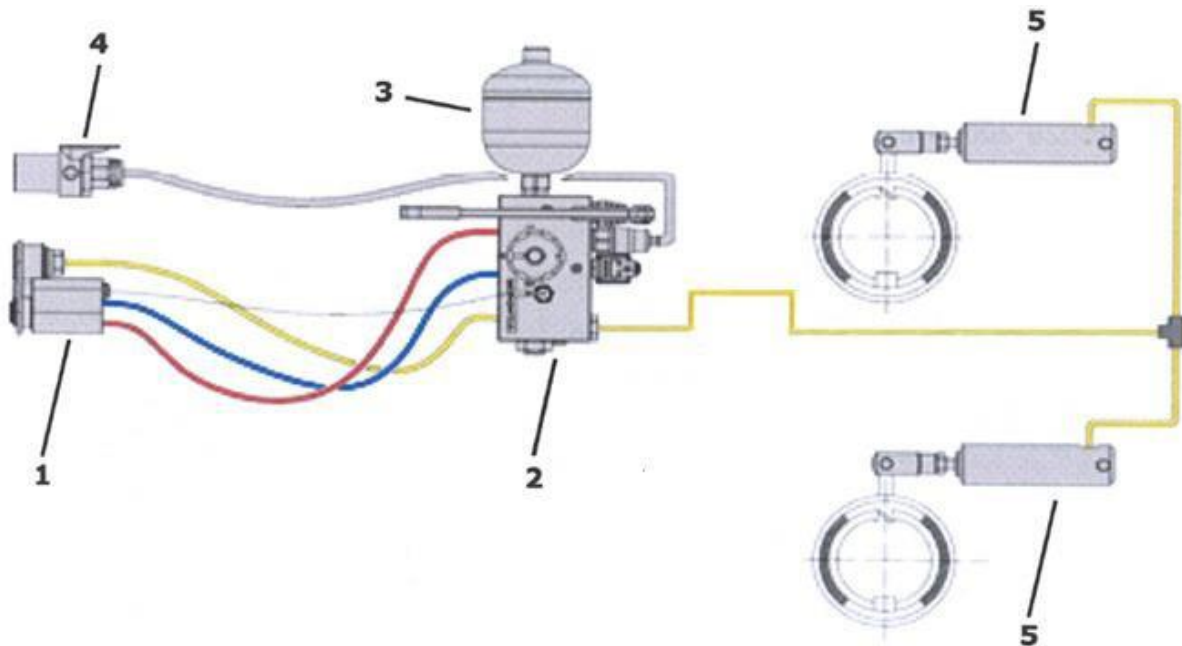

Рисунок 14. Схема гидравлической тормозной системы
Тормозная система (Рисунок 14) машины оснащена автоматическим тормозным клапаном (2) с аккумулятором (3) и цилиндрами одностороннего действия (5). Соединение трактора с машиной осуществляется с помощью двухпроводного тормозного Муфты (1) и электрического соединения, (4) управляющего работой клапана. Соединение тормоза подключается к автоматическому клапану через магистраль, вспомогательную линию и обратную линию. Аккумулятор (3) управляется гидравлическим сигналом от вспомогательной линии и электрогидравлическим клапаном. В случае потери сигнала от вспомогательной линии или от электрогидравлического клапана, клапан отводит давление от аккумулятора на тормоза.